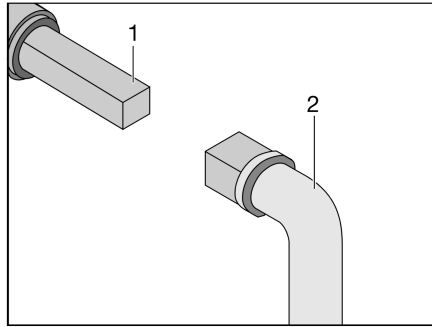

Bild 345 Bedienung Abwasserhahn
- Schlüssel (Bild 345,2) auf Vierkant (Bild 345,1) stecken.